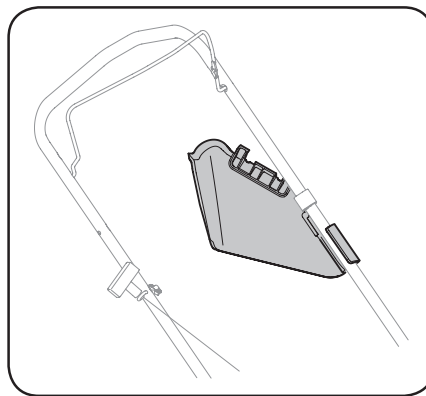

Figura 4-4
- Sujete la tolva de descarga lateral a la manija (si corresponde) como se muestra en la Figura 4-4.